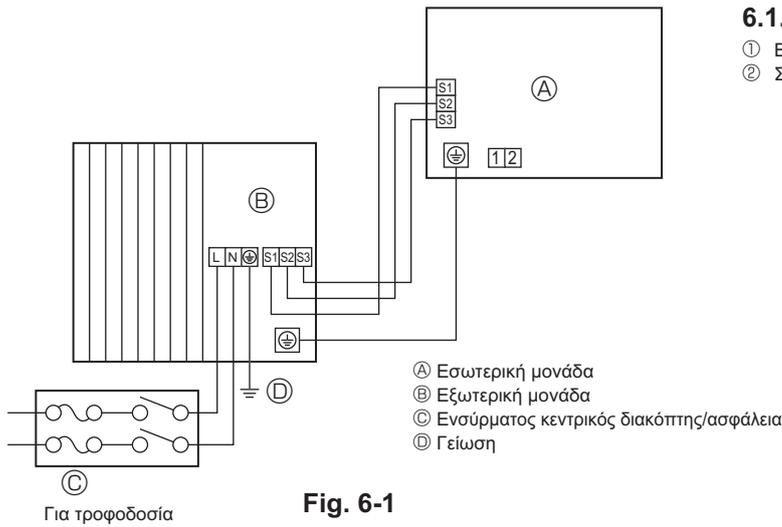
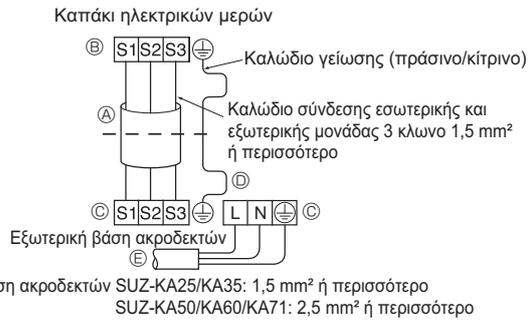
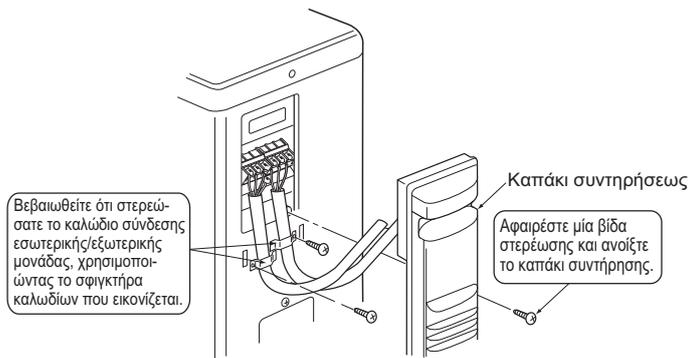
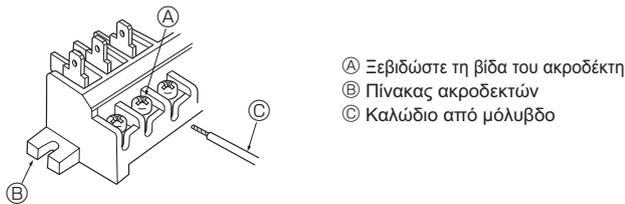

Fig. 6-1
Fig. 6-2
Fig. 6-3
Fig. 6-4
6.1. Εξωτερική μονάδα (Fig. 6-1, Fig. 6-2, Fig. 6-3, Fig. 6-4)
- ① Βγάλτε το καπάκι συντήρησης.
- ② Συνδέστε τα καλώδια σύμφωνα με τις Fig. 6-1, Fig. 6-2, Fig. 6-3 και Fig.
- Εκτελέστε την καλωδίωση, όπως φαίνεται στο διάγραμμα κάτω αριστερά. (Προμηθευτείτε το καλώδιο επί τόπου) (Fig. 6-2)
- Προσέξτε να μην κάνετε κακή σύνδεση των καλωδίων. (Fig. 6-4)